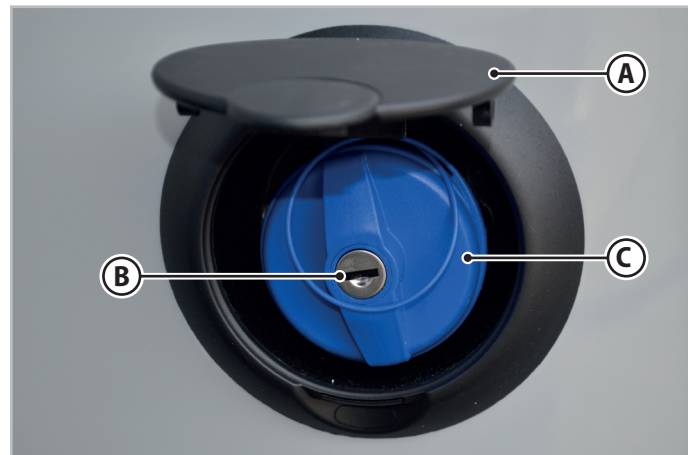

Fig.6.36 - Reabastecimento do depósito de água limpa
1. Levantar a portinhola (A - Fig.6.36) para aceder ao gargalo de enchimento de água na parte lateral do veículo.
2. Introduzir a chave na fechadura (B - Fig.6.36).
4. Rodar a tampa (C - Fig.6.36) no sentido anti-horário e retirá-la.